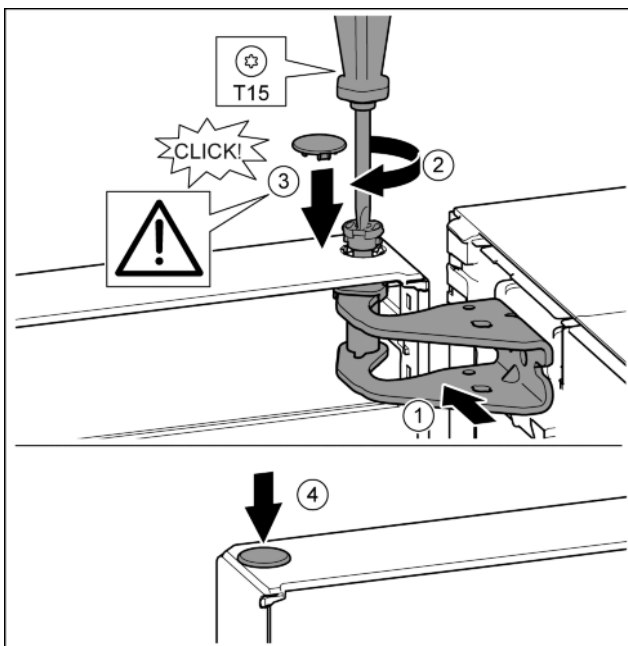

Fig. 18
- ▶ Дверь сверху выровнять по отверстию в опорном кронштейне. Fig. 18 (1)
- ▶ Вставить палец и затянуть отверткой T15. Fig. 18 (2)
- ▶ Установить предохранительную крышку для защиты двери: вставить предохранительную крышку и проверить, прилегает ли она к двери. В ином случае вставить палец полностью. Fig. 18 (3)
- ▶ Вставить заглушку. Fig. 18 (4)